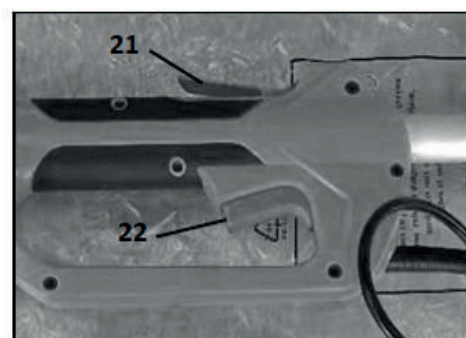

Рис.9
• Возьмите наплечный ремень (16) из комплекта поставки и закрепите его на корпусе триммера в петельке (17), предназначенной для установки ремня с помощью карабина (18).
• Наденьте на себя триммер. Отрегулируйте ремень и дополнительную рукоятку (19) под индивидуальные требования (Рис.9).
• Разблокируйте выключатель (22), нажав клавишу блокировки выключателя (21).
• Удерживая клавишу блокировки выключателя (21), нажмите курок выключателя (22) (Рис.9).